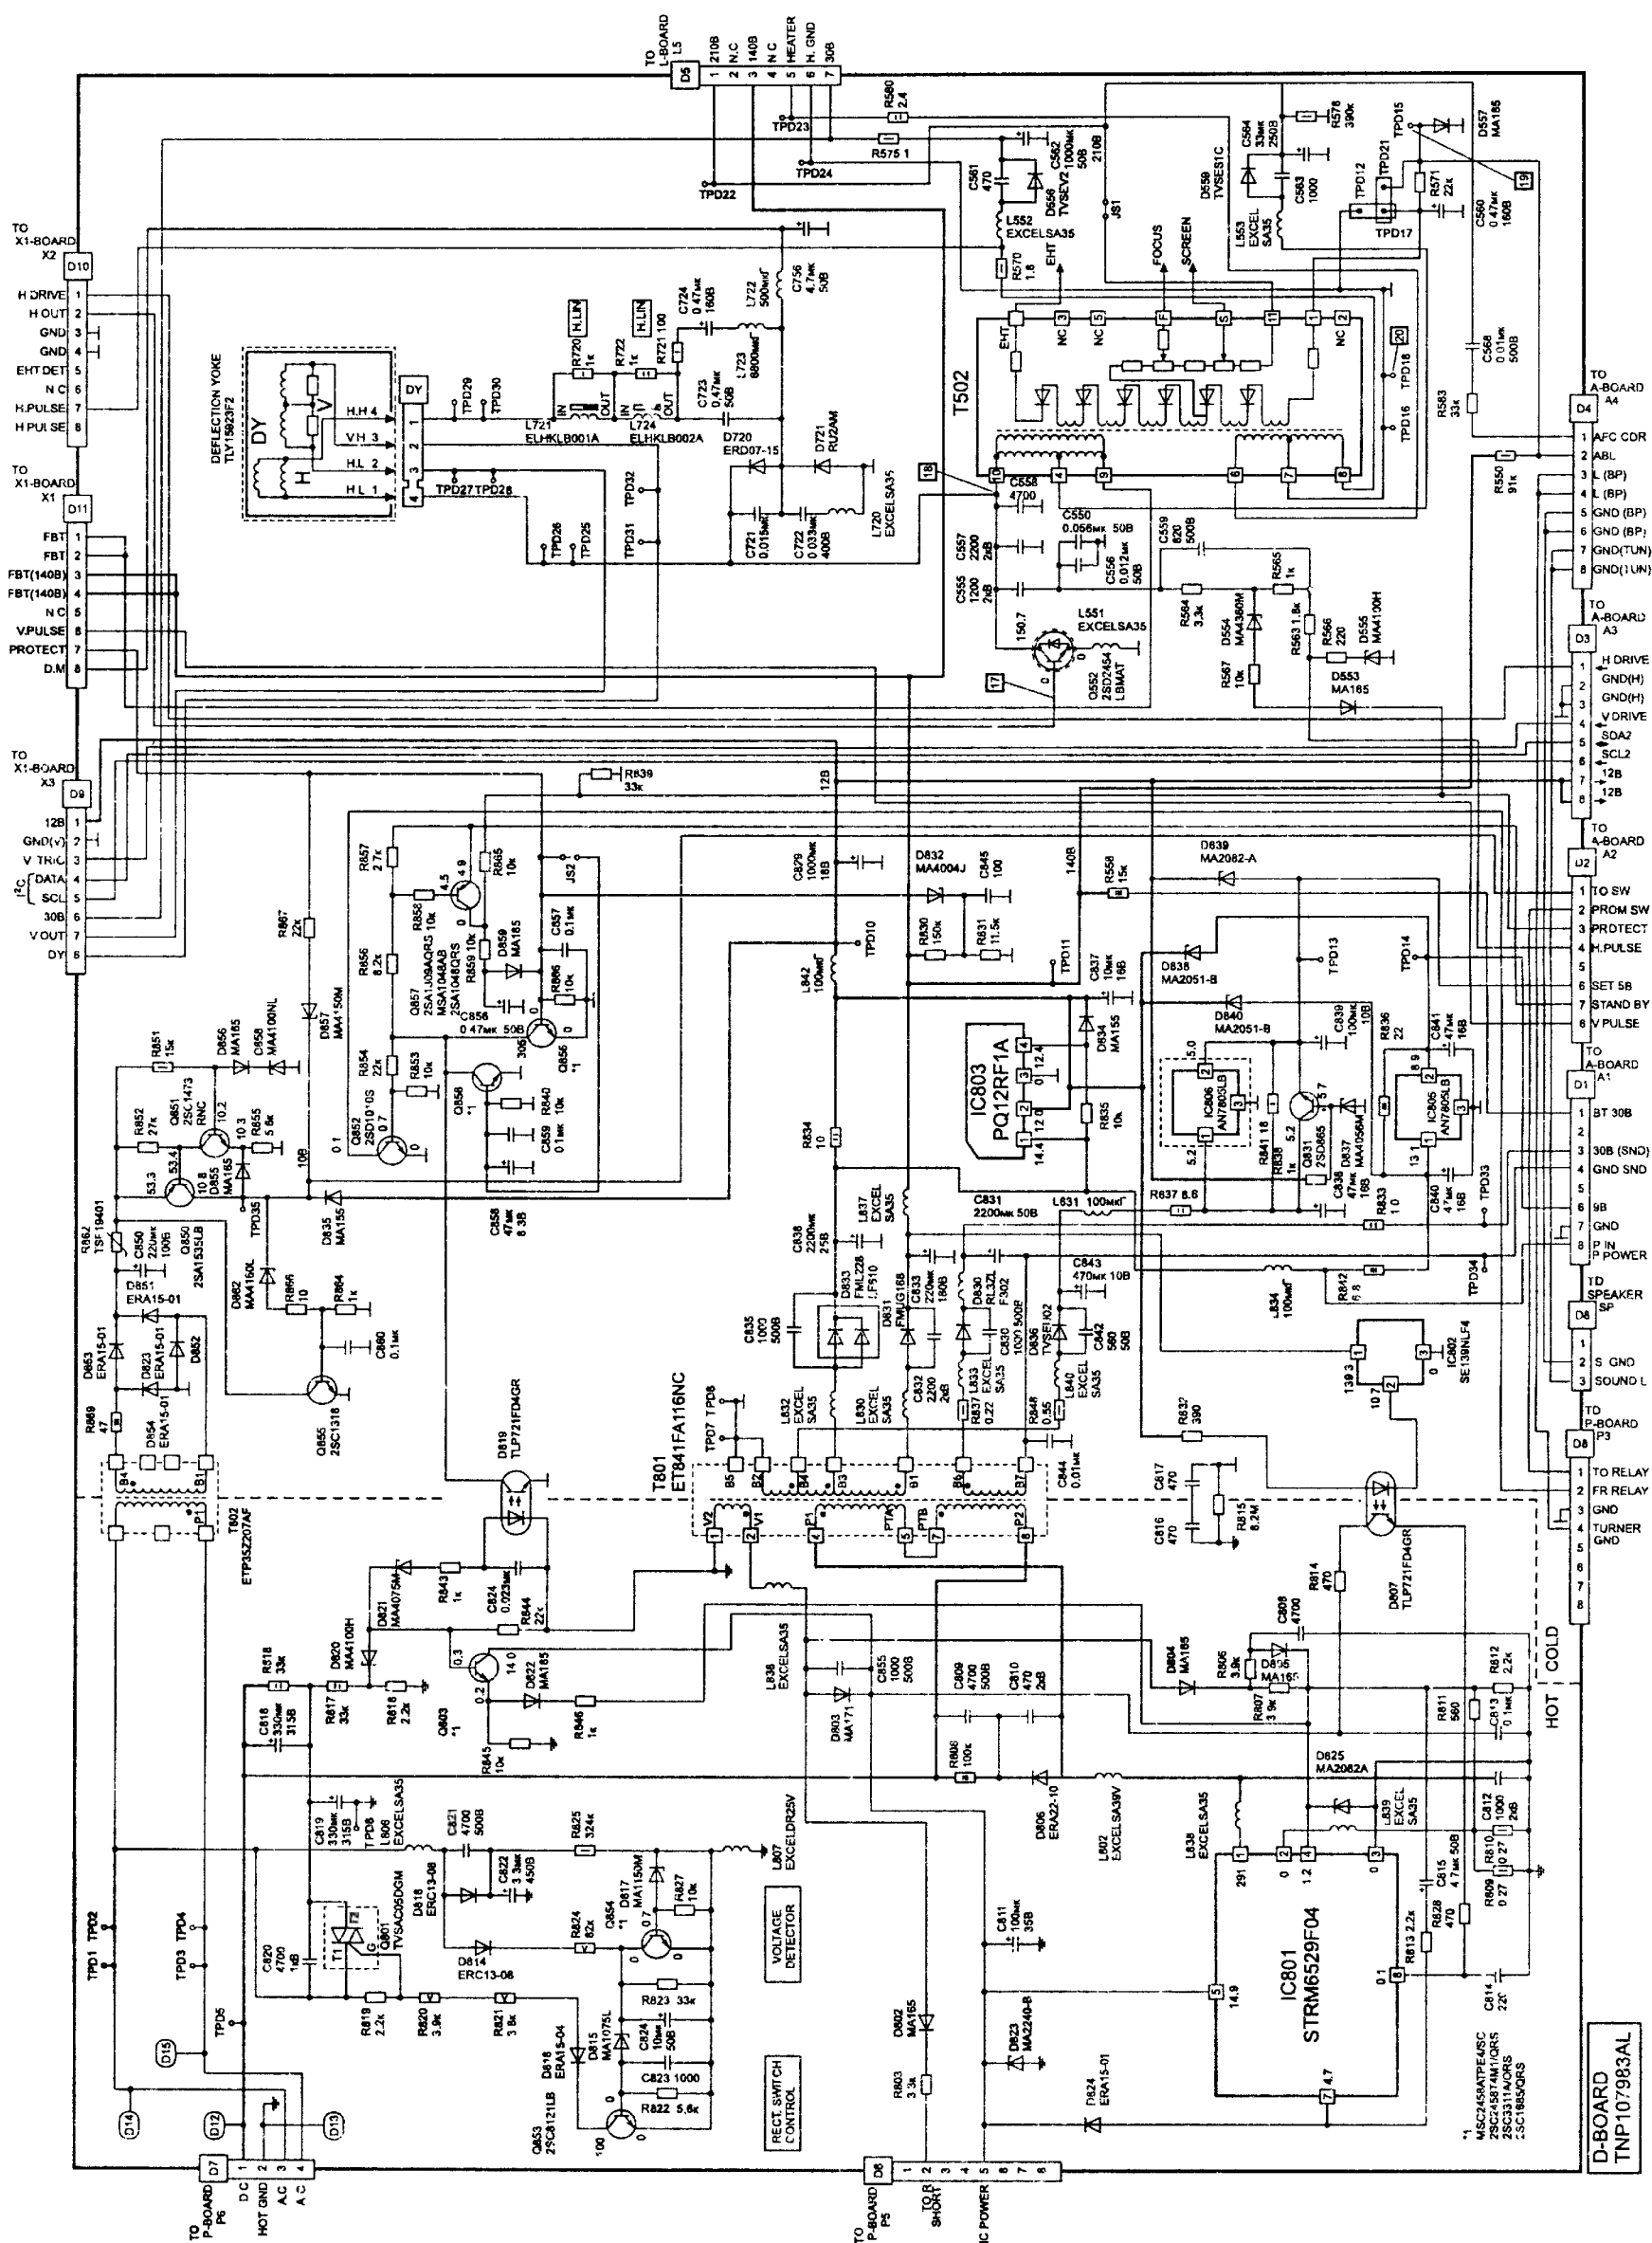
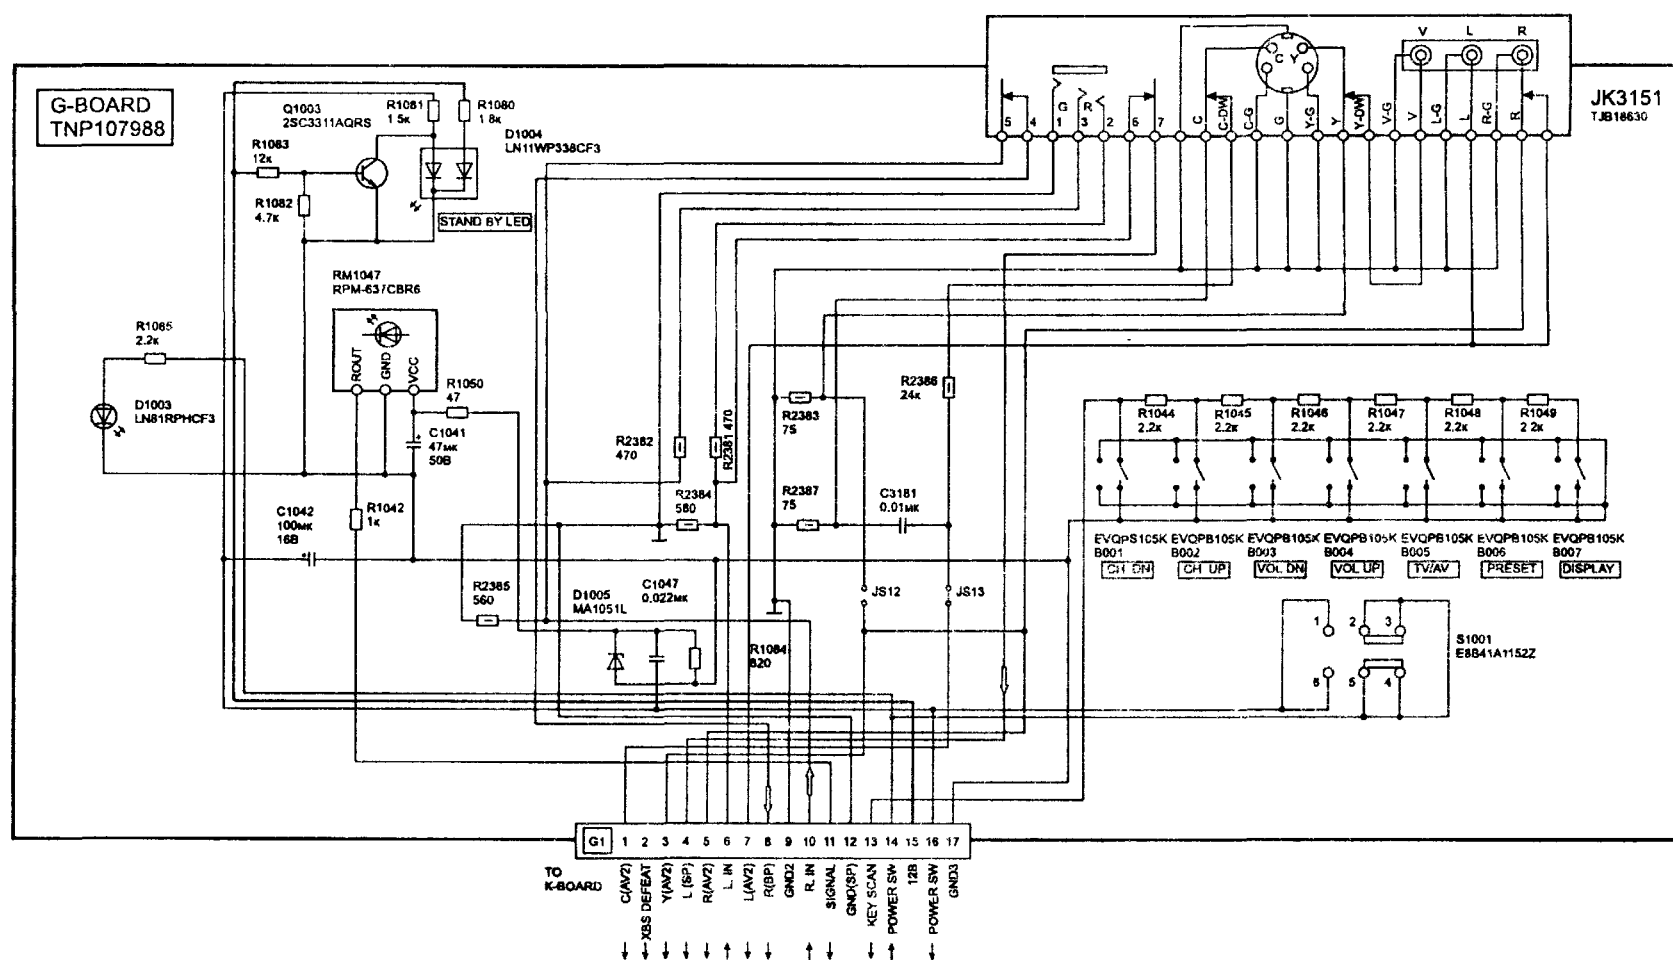
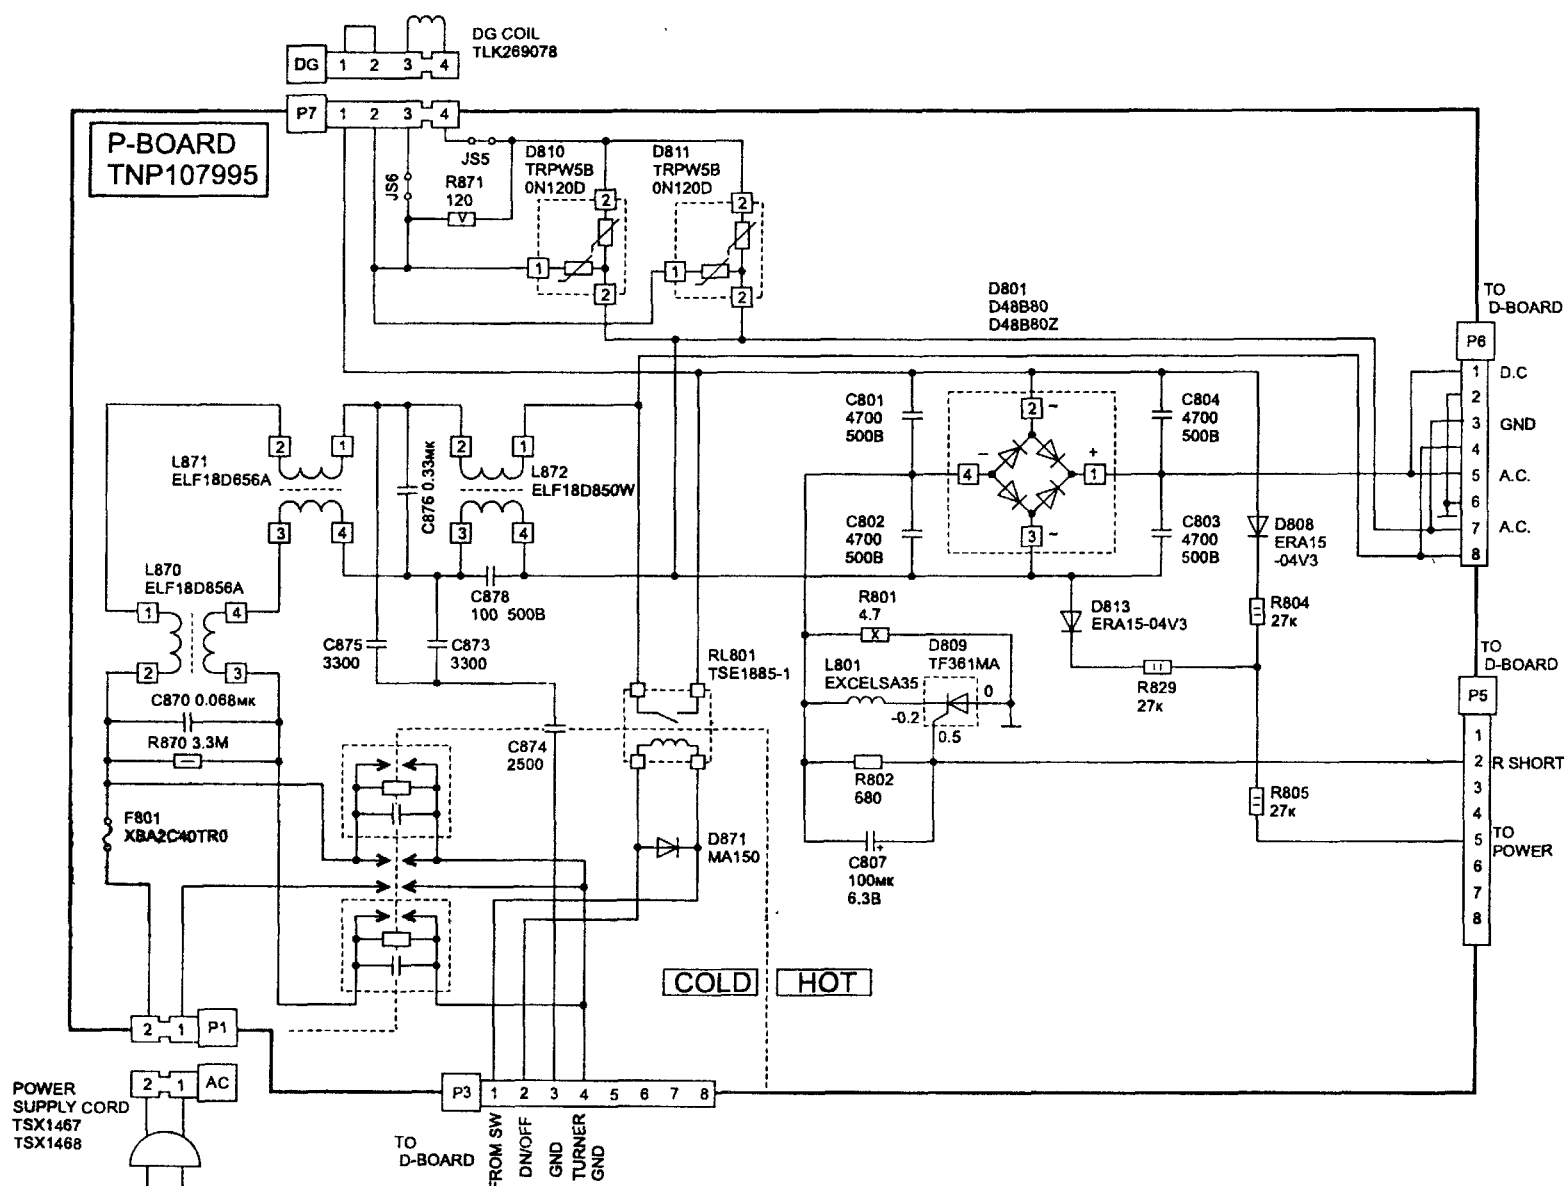

Рис. 4.17. Плата D
Рис. 4.19. Плата G
Рис. 4.20. Плата P
Схема формирует базовый ток транзистора Q552, необходимый для его включения и выключения. Сигнал снимается с обмотки 3-4 T551 и через конт. 2 соединителей X2/D10 поступает на базу Q552 (рис. 4.17). Выходной каскад выполняет две задачи:
ИП дежурного режима имеет отдельный понижающий трансформатор Т802 (рис. 4.17), который постоянно подключен к сетевому напряжению. Напряжение с его вторичной обмотки выпрямляется диодным мостом D851—D854, фильтруется на С850 и поступает на вход стабилизатора +10 В на элементах Q850, Q851, D858. Непосредственно к выходу стабилизатора подключен светодиод индикации подключения к сети D1003 (рис. 4.19). Поэтому когда сетевая вилка подключена к сети, D1003 светится. Если включается сетевой выключатель S1001, то напряжение +10 В поступает на стабилизатор +5 В IC1214 (рис. 4.2), от которого питается микроконтроллер IC1213. Основной ИП остается обесточенным, так как контакты реле RL801 (рис. 4.20) разомкнуты. Светодиод STANDBY D1004 светится красным цветом. После получения команды от ПДУ на включение телевизора IC1213 сигналом с выв. 33 включает реле RL801 и на вход основного ИП подается сетевое напряжение. Преобразователь ИП начинает работать и на всех вторичных каналах появляется напряжение.
Микросхема IC802 (рис. 4.17) подключена ко вторичному каналу +140 В. Она отрабатывает изменение выходного напряжения канала и через оптрон D807 передает этот сигнал на выв. 6 IC801. Если напряжение на выходе канала +140 В растет, то растет и напряжение на выв. 1 IC802. Ток через выв. 2 IC802 увеличивается. В результате ток через фототранзистор оптрона D807 растет, а значит время зарядки конденсатора в составе IC801 уменьшается. Это время пропорционально времени открытого состояния силового ключа Q, следовательно, количество энергии, накопленное трансформатором Т801, уменьшается и вторичное напряжение канала +140 В уменьшается. Это приводит к стабилизации напряжений всех вторичных каналов ИП.
Входное переменное напряжение выпрямляется диодом D808 (рис. 4.20) и через резисторы R804, R805 заряжает фильтрующий конденсатор C811 (рис. 4.17). Отсюда напряжение через выв. 5 IC801 поступает на схему старта. Когда его величина достигает 16 В, включается генератор и силовой ключ (полевой транзистор внутри IC801) открывается. Напряжение на всех обмотках трансформатора T801 растет. С обмотки 1-2 T801 снимается напряжение около 14 В, выпрямляется диодом D803 и поступает на выв. 5 IC801 для ее питания в рабочем режиме.
Сетевое напряжение с контакта 3 соединителя D7 (рис. 4.17) через однополупериодный выпрямитель (D818, C822) поступает на стабилизатор D817. Если напряжение больше 160 В, то D817 начинает проводить. Падение напряжения на R827 открывает Q854, после чего элементы Q853
- ◆ Если амплитуда импульсов обратного хода на коллекторе Q552 (рис. 4.17) возрастает выше допустимого значения, то эти импульсы снимаются с емкостного делителя C555 C556 и открывают стабилитрон D554. Сигнал PROTECT становится активным и далее схема защиты работает так же, как это описано в предыдущем пункте.
◆ Отключают телевизор от сети и омметром проверяют на короткое замыкание элементы L870—L872, C801—C804, C876, C818, C819, D810, D811, D801, DG COIL (рис. 4.20). Если указанные элементы исправны, проверяют элементы схемы управления симистором Q801: D818, C822, D817, Q854, C824, D815, Q853 (рис. 4.17).